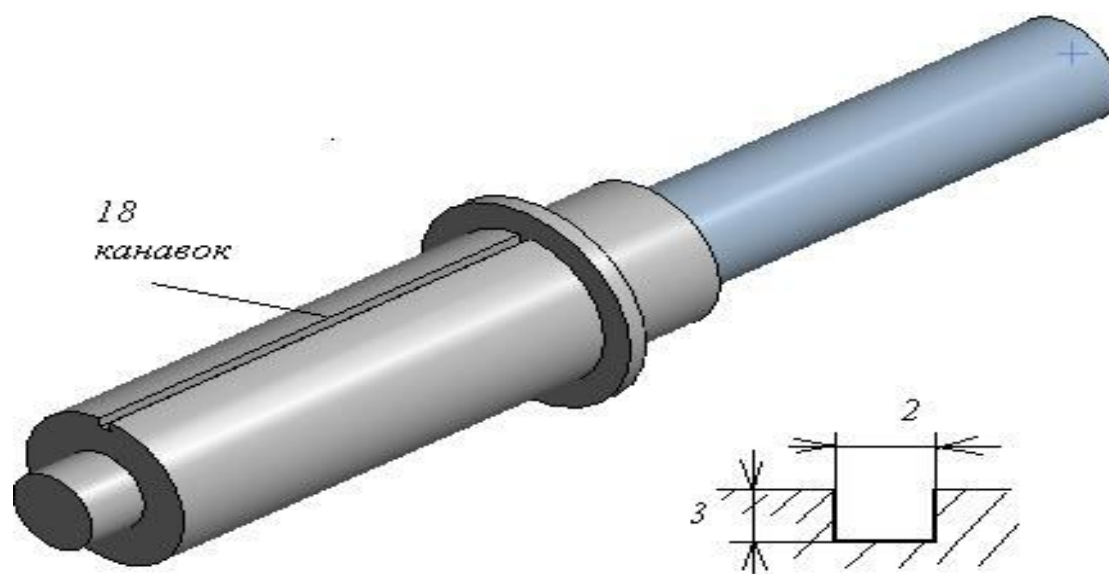

Рис.1 - Загальний вигляд вала.
**Тема роботи:** Моделювання напружено-деформованого стану вала трансмісії з використанням типу аналізу **Static Structural** – аналізу статичної міцності в **Ansys Workbench**. Загальний вигляд вала та вихідні дані представлені на рис. 1, 2. Розглянути варіанти різної кількості шліцевих канавок.